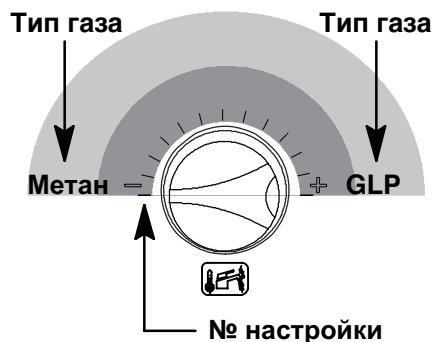

Рисунок 8.8
- Чтобы изменить настройку, поверните регулятор 10 и установите его в выбранное положение, см. Рисунок 8.8.